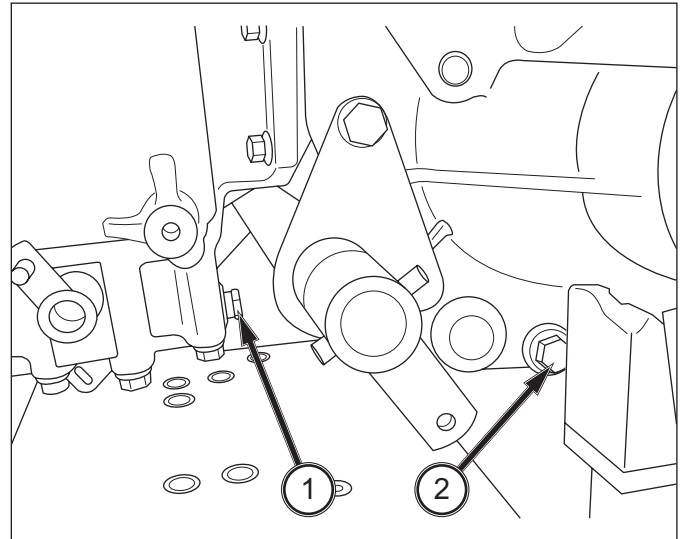

ABB. 131
ABB. 131: Zum Getriebeölwechsel den Ablasstopfen (1) hinten am Getriebekasten der mittleren Zapfwelle und die Ablasstopfen (2) an den beiden Achsen entfernen. Das Öl komplett ablaufen lassen.